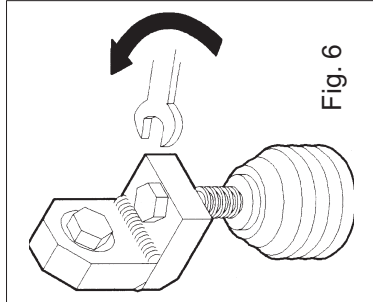

Fig. 6
- 2) Verminder de belasting van de veer door deze op nul te stellen door aan de stelschroef van de veer te draaien. (fig. 6)